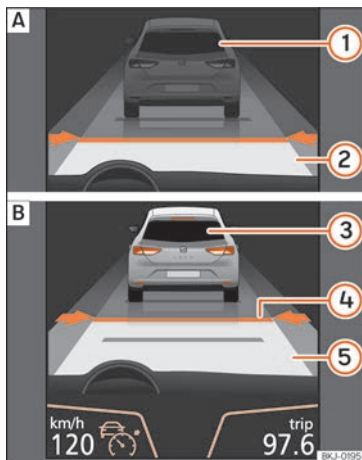
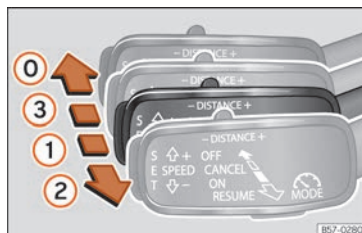

Fig. 236 Sur l'écran du combiné d'instruments : [A] ACC inactif (Standby). [B] ACC actif.
Fig. 238 À gauche de la colonne de direction : troisième levier pour utiliser le régulateur de vitesse adaptatif.
Indications à l'écran » fig. 236 :
vert s'allume sur le combiné d'instruments (🔌) ; la vitesse programmée et l'état de l'ACC s'affichent à l'écran » » fig. 236.
de 1 km/h (0,6 mph), déplacez le levier en position ② » » fig. 238 ou appuyez sur la touche **SET**, respectivement.
Si besoin, la vitesse programmée peut être modifiée lorsque le véhicule est à l'arrêt ou lors de la conduite. Toute modification de la vitesse programmée est indiquée dans la partie inférieure gauche de l'écran du tableau de bord » » fig. 236.
- Pour activer l'ACC, placez le troisième levier en position ① puis appuyez sur la touche **SET** ou placez le troisième levier de l'ACC en position ② » » fig. 238. L'image de l'ACC sur l'écran du tableau de bord passe alors en mode *Actif* » » fig. 236.
Pour désactiver l'ACC, placez le levier en position ③ » » fig. 238 (le faire emboîter). Le texte **ACC désactivé** s'affiche alors et la fonction est entièrement désactivée.
Si vous ne souhaitez pas désactiver l'ACC, mais passer temporairement en mode inactif (Standby), placez le troisième levier en position ③ » » fig. 238 ou appuyez sur la pédale de frein.